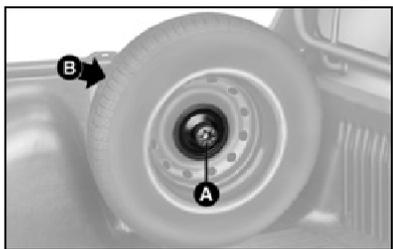

fig. 5
15) colocar a roda substituída no compartimento da roda sobressalente fixando-a com o dispositivo de bloqueio **fig. 5** ou **7** (Strada) ou **fig. 15** (Palio e Siena).